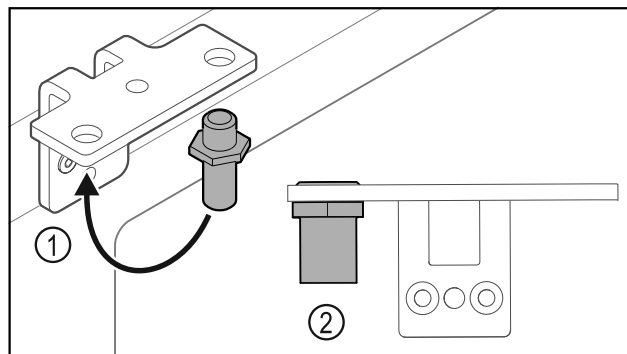

Fig. 28
- Переставьте палец Fig. 28 (1) в шарнирном уголке.
- Затяните палец Fig. 28 (2) с **моментом 12 Нм**.